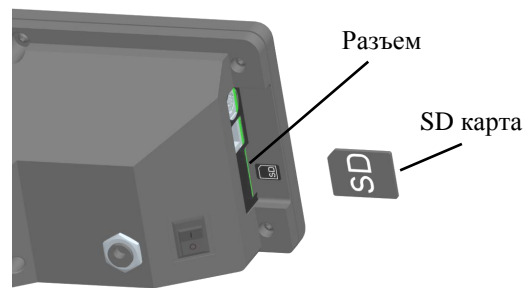

Рис. 13. Установка карты в терминал
- вставить карту в разъем терминала (Рис. 13) до появления легкого щелчка, означающего фиксирование карты в разьеме;